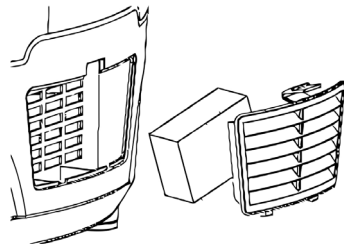

Fig. 12 - Filtro
- El usuario debe, frecuentemente, verificar las condiciones del filtro que se encuentra en la parte frontal del compartimiento del motor de la pistola de pintura, Fig 12. La buena condición del filtro influncia directamente en el rendimiento del equipo. Para sustituirlo basta retirar la tapa del filtro y a continuación el filtro. Instale un nuevo filtro, conecte la tapa nuevamente.